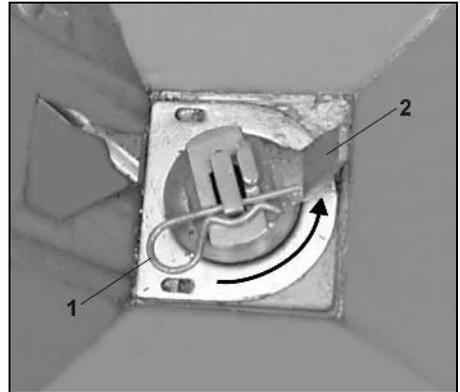

Fig. 52
- Federstecker (Fig. 52/1) herausziehen.
- Rührkopfaufsatz (Fig. 52/2) abnehmen.